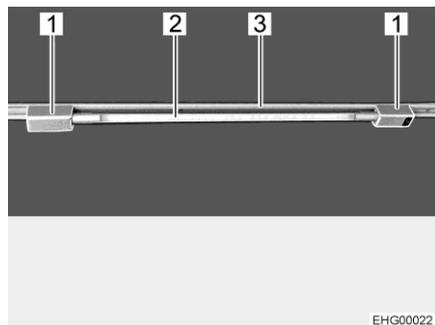

Bild 27 Röhrenleuchte
- Beide Halter (Bild 27,1) in die Schiene (Bild 27,3) einsetzen. Dazu die Halter um 90° drehen.
- Leuchtenkörper (Bild 27,2) in einen der Halter stecken.
- Leuchtenkörper (Bild 27,2) drehen, bis die gewünschte Leuchtwirkung erreicht ist.